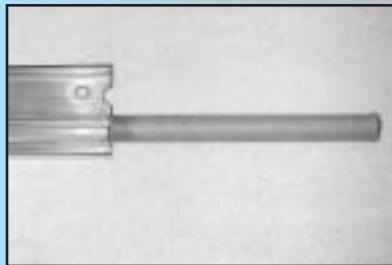

Fig. 1-2
- (Riel de 3-piezas solo) Seleccione la "primera" sección del riel. (Tiene camisas de cartón protectoras sobre el extremo del tornillo). Fig. 1-2.
- (Rail à 3-pièces seul) Sélectionner la première section du rail. (Il est doté d'un manchon cartonné protecteur à l'extrémité de la vis). Fig. 1-2.